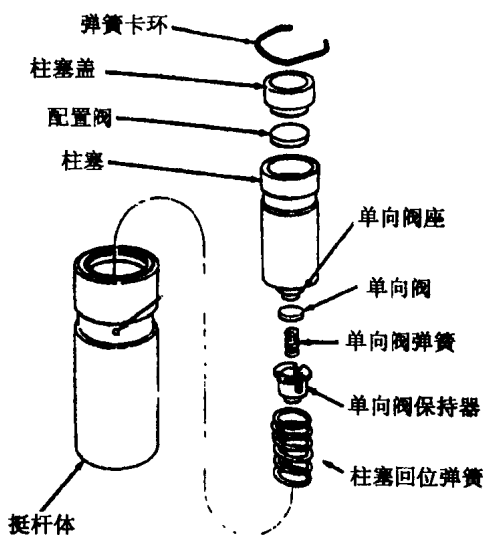

图 2-9 液压挺杆的分解
⑥用一液压挺杆柱拆装工具,伸进气缸盖上的推杆孔,将液压挺杆拆下。
⑦分解液压挺杆,拆下弹簧卡环、柱塞盖、配置阀、柱塞、单向阀组件、柱塞回位弹簧,如图 2-9 所示。